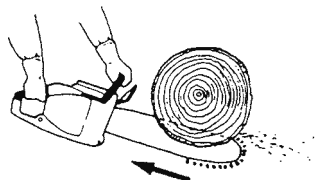

Fig. 20
- Lorsque vous effectuez la coupe avec la partie supérieure du guide-chaîne, la force de réaction poussera la machine vers vous et l'éloignera de la pièce de bois que vous êtes en train de couper. (Fig. 20)